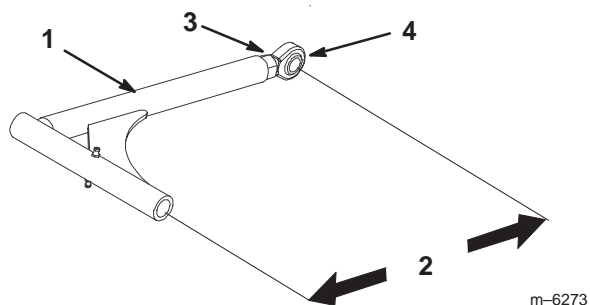

Figure 65
1. Pour régler les bras de poussée, desserrez l'écrou de blocage et tournez la rotule dans le sens anti-horaire, un tour à la fois. (Fig. 65).
2. Réglez chaque côté de la même façon. La longueur nominale de chaque bras de poussé doit être de 389 mm (Fig. 65).